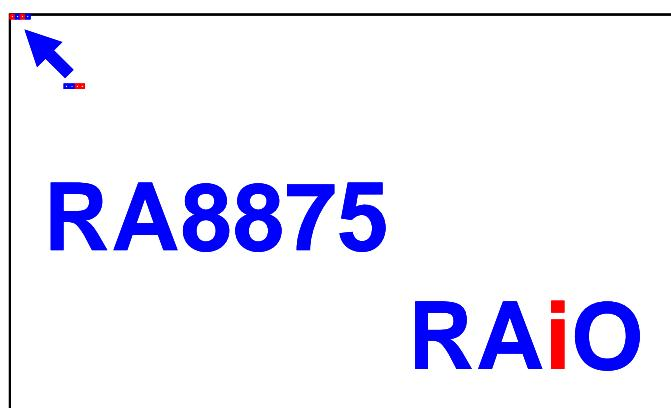

图 7-11：图形光标的显示
5. 写入 GCHP0(REG[80h])、GCHP1(REG[81h])、GCVP0(REG[82h])、GCVP1(REG[83h]) 来改变图形光标位置，请参考图 7-11 的显示范例。